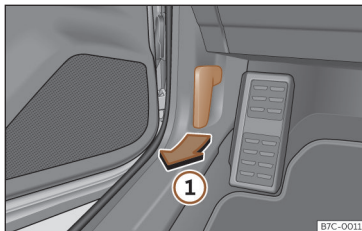

Fig. 192 Alavanca de desbloqueio no espaço para a zona dos pés do condutor.
- Abra a porta e puxe pelo manípulo que existe debaixo do painel de instrumentos »» Fig. 192 ①.